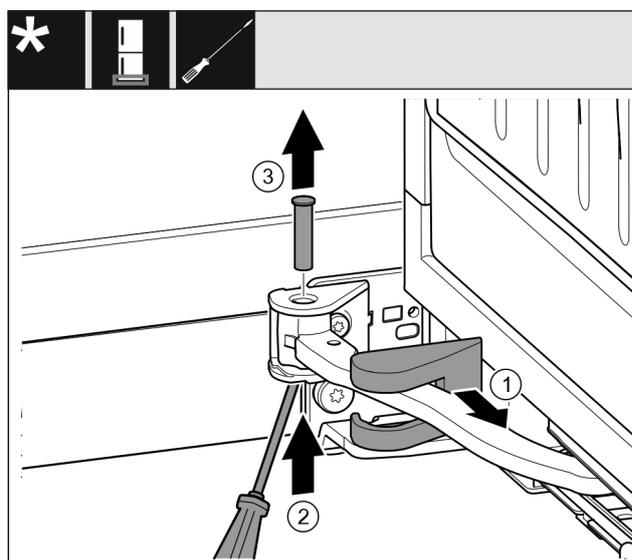

Fig. 13
- ▶ Retire la cubierta del soporte de cojinete y desplácela a lo largo de la articulación. Fig. 13 (1)
- ▶ Levante el perno desde abajo con el dedo o un destornillador. Fig. 13 (2)
- ▶ Desplácelo con un destornillador por debajo de la cabeza del perno y extráigalo. Fig. 13 (3)